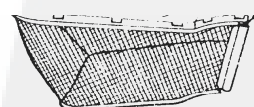

Fig. 10-3
4. Cliquez le couvercle en plastique sur le cadre en acier (Fig. 10-3)